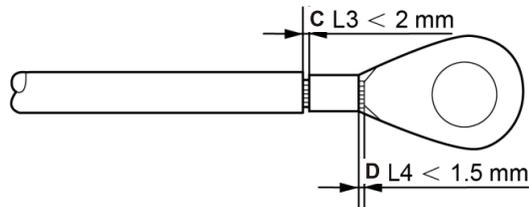

Figura 5.13 Cable pelado
4. Introduzca el cable pelado en la zona de engaste del terminal OT y utilice la pinza hidráulica para engarzar el terminal al cable (véase la figura 5.13).